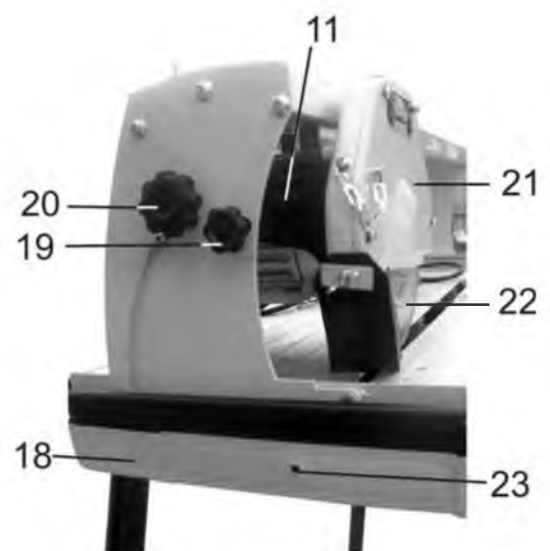

Рис.3
8.1. При транспортировке, перемещении и обслуживании плиткореза переместите его за ручку (10) в крайнее положение и, как показано на Рис.3, закрепите винтом фиксации (19) положение электродвигателя (11).
12.2. Снимите защитный кожух (21), Рис.3.
12.4. Установите и зафиксируйте новый отрезной диск (22), установите и закрепите защитный кожух (21), Рис.3.